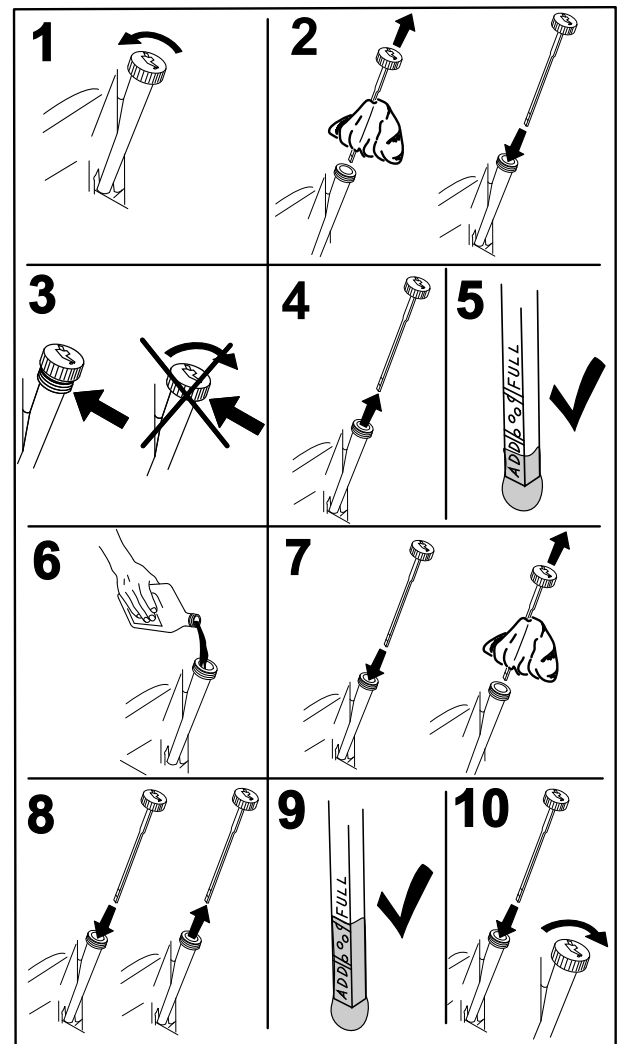

Figura 32
3. Para que no entre suciedad, recortes de hierba, etc., en el motor, limpie la zona alrededor del tapón de llenado/varilla de aceite antes de retirar éste (Figura 32).